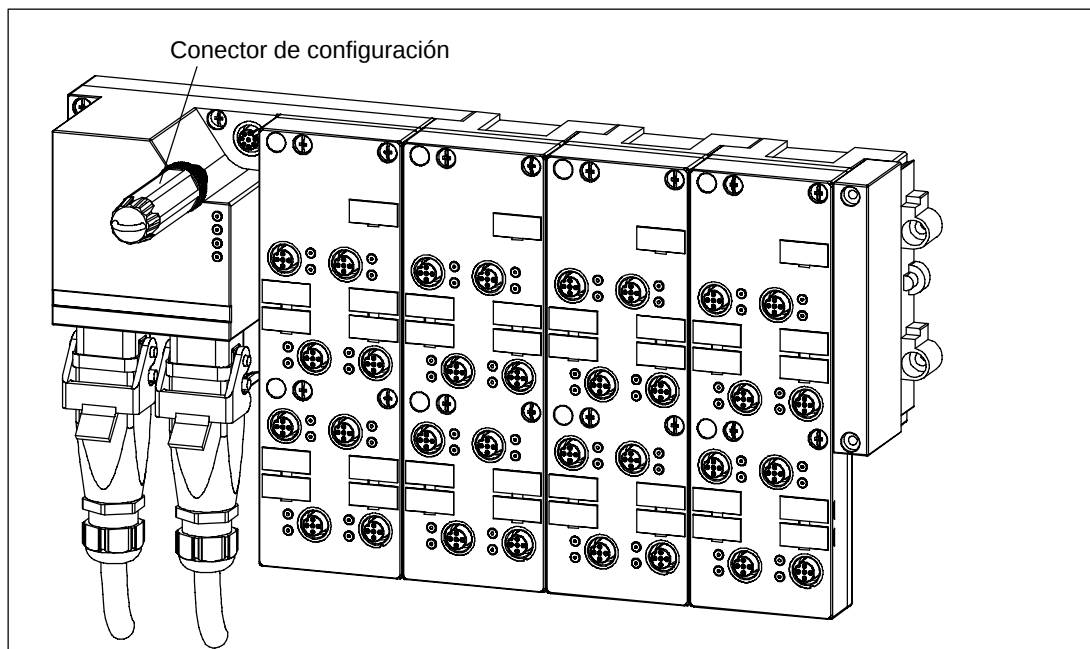

Figura 3-12 Posición del conector de configuración en el ET 200X-DESINA/ET 200X-ECOFAS
1. Afloje los tornillos del conector de configuración del módulo básico y retire el conector (ver figura 3-12).